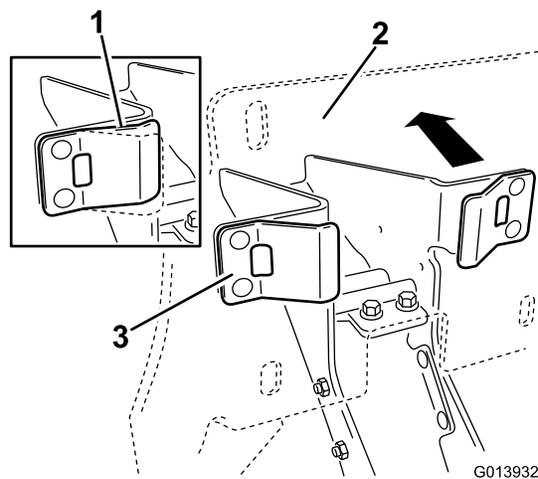

Figure 14
1. Vérifiez que les butées en plastique sont en contact avec les pattes élastiques, et exercez une pression suffisante contre la plaque d'appui pour comprimer à moitié les pattes élastiques (Figure 14).